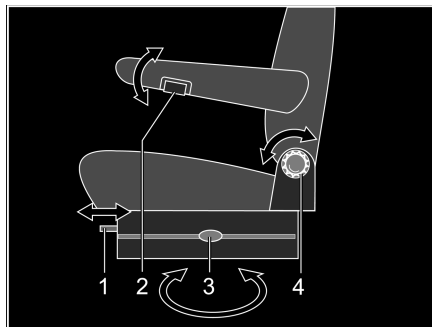

Fig. 69 Siège conducteur et siège passager (Aguti)
- Presser ou tirer sur le levier (Fig. 69,3) pour faire pivoter le siège. Le siège est libéré du dispositif de blocage.